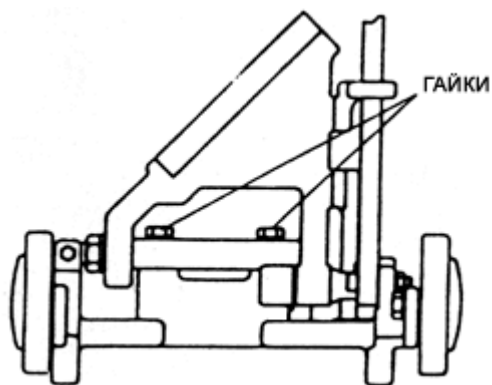

Рис.14.
- Если после замены шарикоподшипников остаются горизонтальные неровности (для PORTACUT 185BSR), необходимо ослабить два винта опорного вала и повернуть регулировочные винты в сторону боковой грани для регулировки угла положения опорного вала (рис. 14, 15).